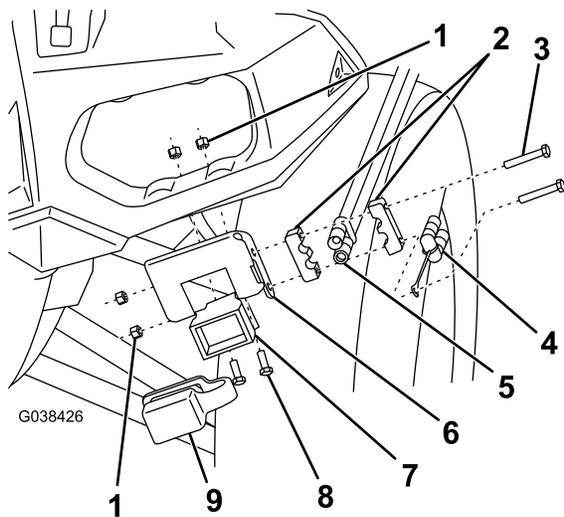

Figure 6
- Montez le connecteur du chasse-neige du faisceau de câblage, côté véhicule, sur le côté gauche du pare-chocs avant à l'aide du support de montage du faisceau de commande et de 2 vis et écrous autofreinés (Figure 6).
- Montez le connecteur d'alimentation/de masse sur le support de montage du faisceau de commande (Figure 6).